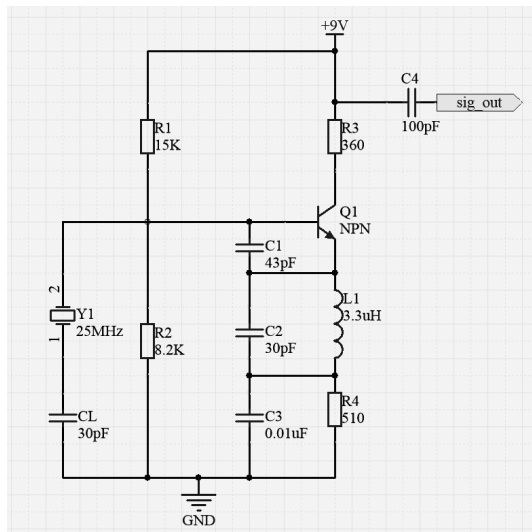

图 5-2-8 振荡器电路
(5) 绘制振荡器原理图。在工程中新建原理图文件，命名为“oscillate.SchDoc”。在这张原理图上绘制振荡器电路，如图 5-2-8 所示。
(6) 绘制信号预推动电路原理图。在工程中新建原理图文件，命名为“signal_amp.